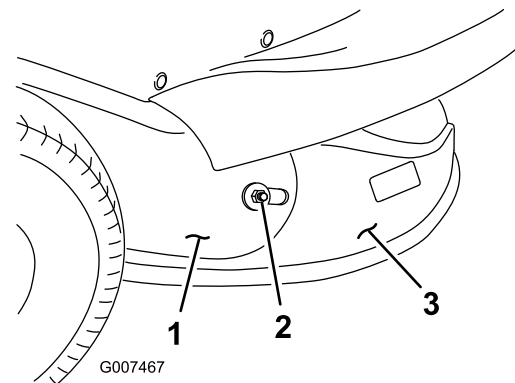

Bild 18
8. Entfernen Sie die Mutter und äußere Scheibe, mit denen der Auswurfkanal am Auswurfrohr befestigt ist (Bild 18).
14. Setzen Sie die Mutter und äußere Scheibe ein, mit denen der Auswurfkanal am Auswurfrohr befestigt ist (Bild 18).